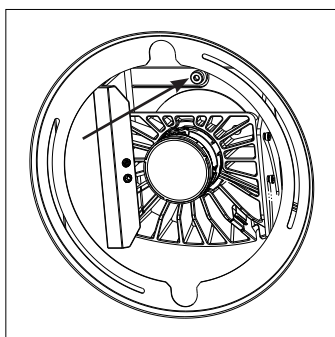

fig. 18 (verrouillage)
- Déverrouillez le châssis de l'émetteur en desserrant la vis de verrouillage avec un outil hexagonal de 4 mm (voir fig. 18).